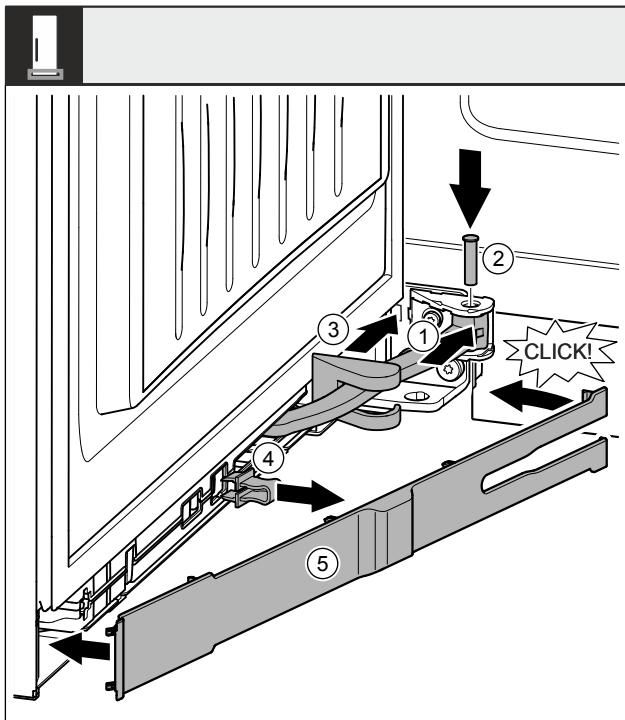

Fig. 47
- Gelenk Fig. 47 (1) in Aufhängung drehen.
- Bolzen Fig. 47 (2) mit einem Schraubendreher in Aufhängung und Gelenk einsetzen. Dabei darauf achten, dass der Rastnocken korrekt in der Nut sitzt.
- Lagerbockabdeckung Fig. 47 (3) entlang des Gelenks schieben und über der Aufhängung montieren.
- Sicherung Fig. 47 (4) abnehmen.
- Blende Fig. 47 (5) griffseitig ansetzen und einschwenken.